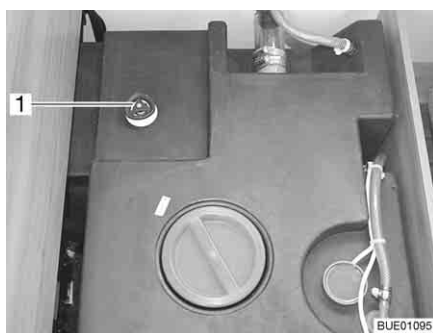

Bild 156 Wassertank mit Drehgriff
- Auf dem Wassertank den Drehgriff (Bild 156,1) im Uhrzeigersinn bis zum Anschlag drehen.
- Auf dem Wassertank den Drehgriff (Bild 156,1) entgegen dem Uhrzeigersinn bis zum Widerstand drehen. Das Wasser läuft bis auf 50 Liter aus.